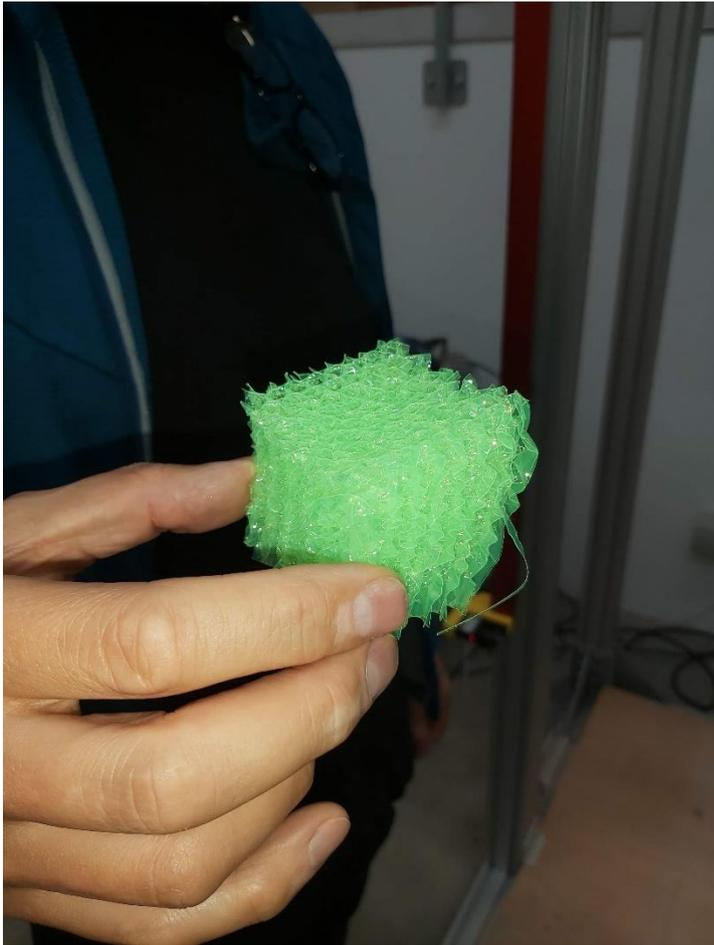

Bild 4
- Die Koroyd-Dämpfungsteile (grün) werden beim Test so stark verformt/komprimiert (Bild 4), dass ein zweiter Versuch mit demselben Protektor ein negatives Ergebnis hatte. Die LTF verlangen zwei Versuche mit demselben Protektor, die EN nur einen. Die LTF wird aktuell in diesem Punkt an die EN angepasst.